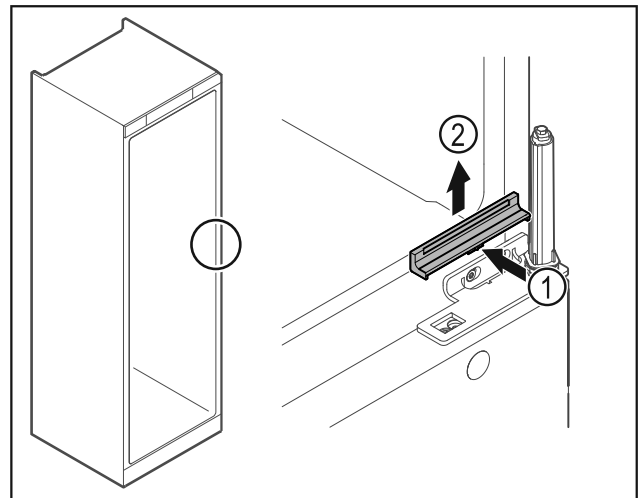

Fig. 32
- ▶ Слегка надавите на крышку по центру Fig. 32 (1) и снимите ее движением вверх Fig. 32 (2).